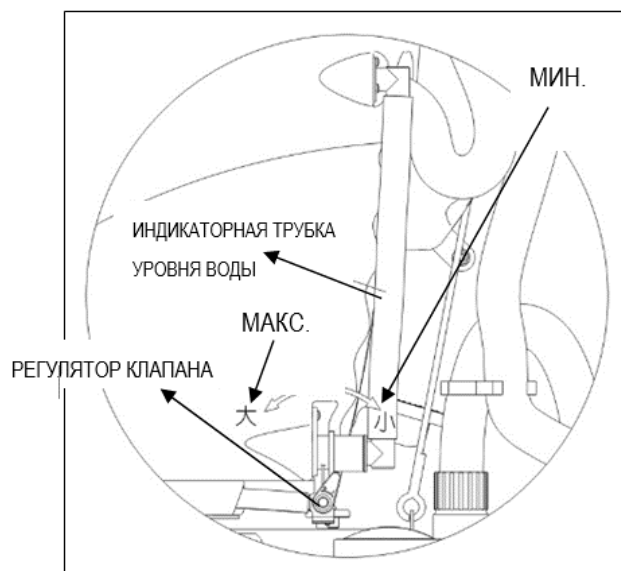

Рисунок 7
7. Регулируйте расход чистой воды с помощью регулятора клапана в зависимости от ситуации на полу. Это помогает обеспечить высокую эффективность уборки и позволяет экономно расходовать моющие средства, (см. рис. 7).